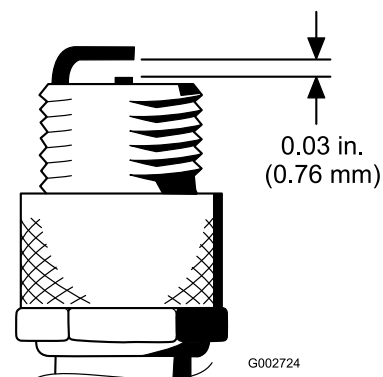

Figure 44
- Réglez l'écartement entre les électrodes centrale et latérale à 0,76 mm (Figure 44).